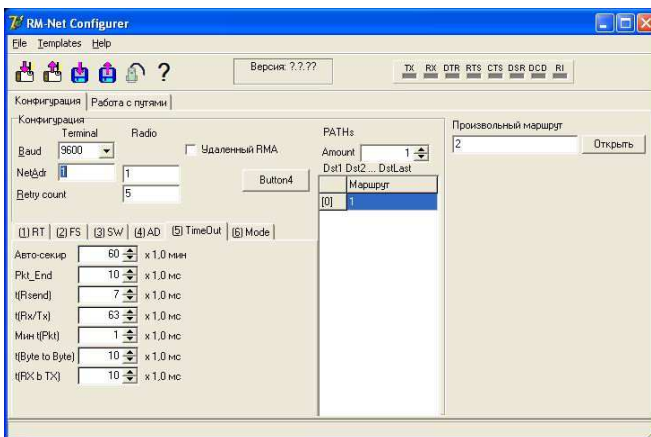

Рис. 2.4. Вкладка TimeOut
Временные характеристики радиоканала настраиваются во вкладке (5) TimeOut (Рис. 2.4) :